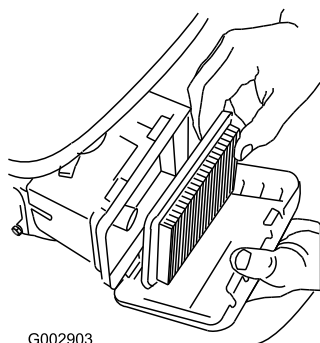

Figure 41
3. Retirez le filtre à air (Figure 41).